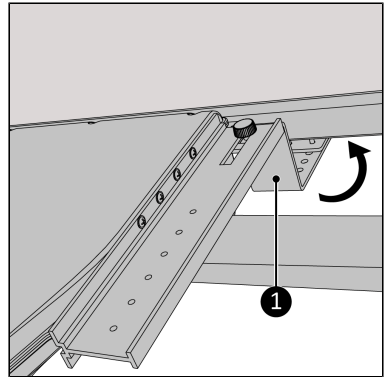

Figure 202.
7. Accrochez le support autour de la partie s'ouvrant vers l'extérieur du cadre de fenêtre (Figure 202, pos. 1).